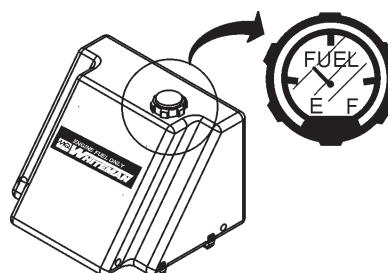

Figura 12. Indicador de combustible
Determine si el nivel de combustible del motor es bajo (Figura 12). Si el nivel de combustible es bajo, quite la tapa de llenado del combustible y llene de gasolina con un octanaje nominal mínimo de 87.
- Gire la llave de encendido hacia la derecha a la posición de **ENCENDIDO**. Las luces indicadoras Aux 1, Aux 2, Temp del refrigerante y aceite se encenderán durante 10 segundos (Figura 12). La luz indicadora de carga seguirá encendida hasta que arranque el motor.